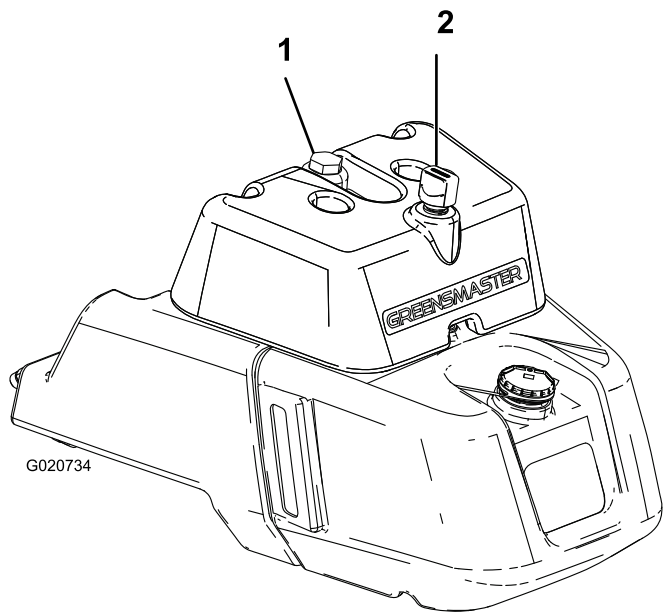

Figura 23
2. Retire a tampa do reservatório (Figura 23).